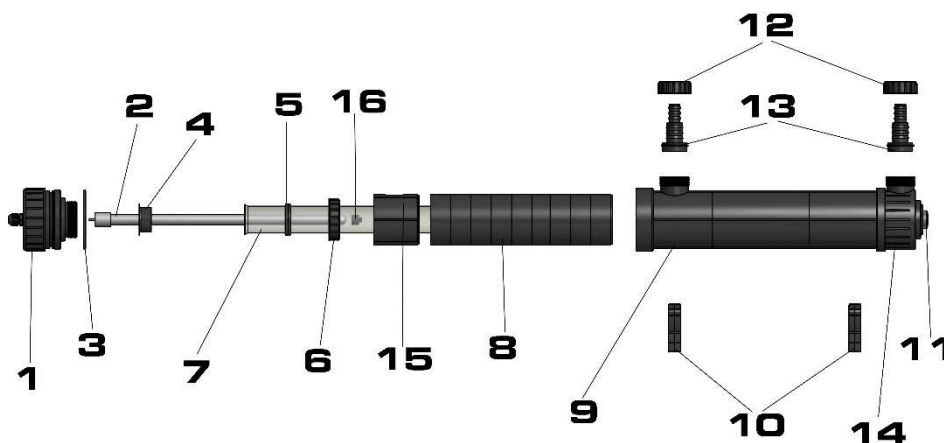

Fig. 1: Helix Max 2.0
- Draaibare verbinding: de verbindingsopening (Fig. 1, No. 14) van de Helix max kan 360° gedraaid worden. Dit maakt een ruimte besparende installatie mogelijk. De uitlaat moet altijd op het hoogste punt liggen zodat het system zich volledig met water kan vullen. Het UV system kan zowel horizontaal als verticaal gemonteerd worden. Indien vertikaal gemonteerd dient de aansluiting met de kap naar boven toe gemonteerd te worden. De doorstroming is van onder naar boven. Indien horizontaal gemonteerd dient er minimaal 1 uitlaat naar boven gemonteerd te worden. Het liefste allebei. Hierdoor kan het system nooit droog vallen, ook niet bij stilvallen van de pomp en daardoor beschadigen.
Gebruik uitsluitend het bijgevoegde gereedschap (zie Fig. 1a) om de schroefdop (Fig. 1, No 1) te openen. Om te vastdraaien en vervolgens lekken te voorkomen, moet het verbinden uitsluitend met de hand gedaan worden. Bij erg vast draaien dient er op gelet te worden dat er geen spanning op ontstaat.
De Helix Max zijn van transparanten aansluitstukken voorzien (Fig. 1, No. 11). Dit geeft de mogelijkheid van controle op het functioneren. U ziet daardoor de UV lampen blauw oplichten. Afhankelijk van de ingestelde doorstromingsnelheid (zie tabel) en de gebruikte circulatiepompen, kunnen de aansluitstukken passend afgezaagd worden.